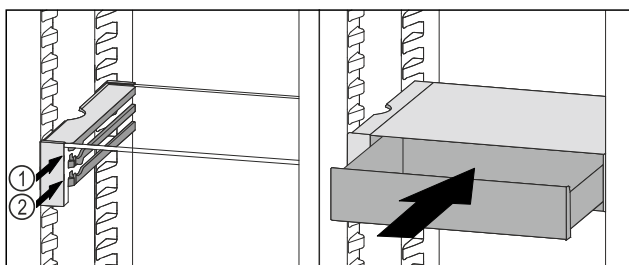

Fig. 90
- ▶ Sæt VarioSafe-skuffen ind bag stoppene på den ønskede ribbe Fig. 90 (1) eller Fig. 90 (2).